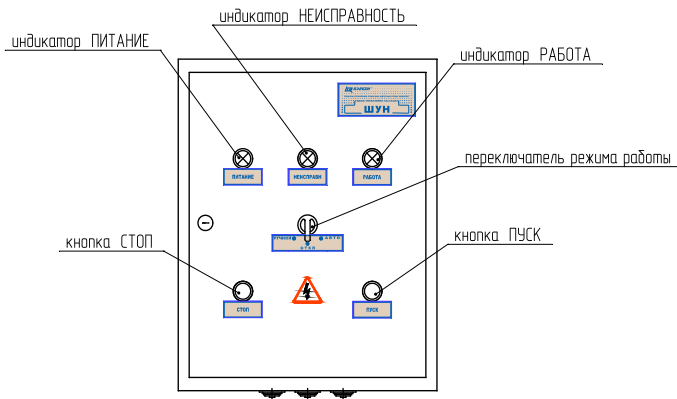

Рисунок 2 – Внешний вид ШУН
4.2 На лицевой стороне ШУ расположены индикаторы и органы управления (см. рисунок 2). В корпусе предусмотрены кабельные сальниковые вводы для подключения шкафа. Индикация ШУ приведена в таблице 2.